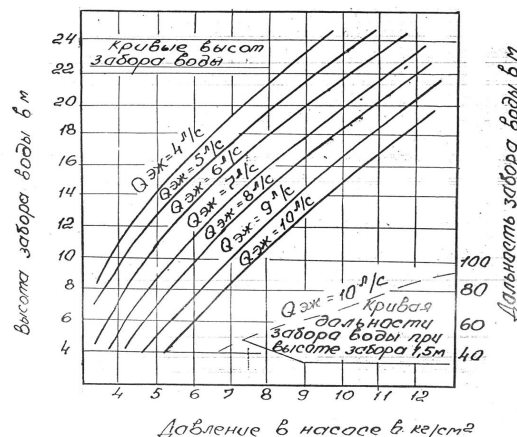

Рис. 3.
5.9. Для определения потребного давления в насосе в зависимости от глубины отбора воды и величины эжектируемого расхода служит график, представленный на рис. 3. График построен для случая, когда длина напорных линий не превышает 20 м.